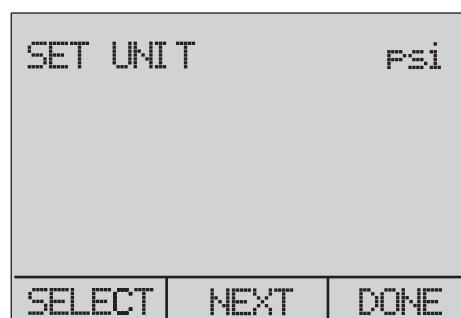

Figura 31. Pantalla de ajuste de unidad
5. Utilice "SELECT" (Seleccionar) para desplazarse por las opciones de "UNIT" (Unidad) y seleccione "NEXT" (Siguiente) para avanzar. Consulte la figura 31.